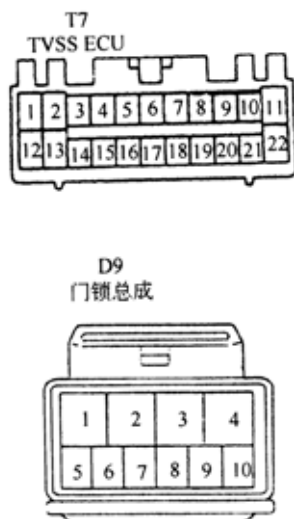

图 9-271
(2)检查线束(TVSSECU 门锁总成)，如图 9-271 所示。